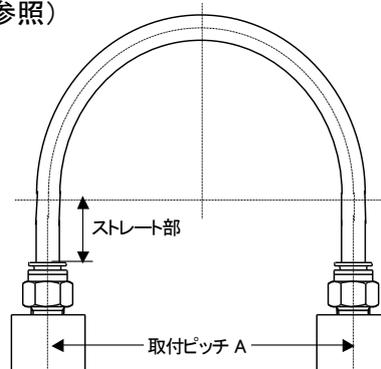

図1 推奨配管図
(1) ワンタッチ管継手に配管する際は、図1の推奨配管条件にて、チューブ長さに余裕を持った配管をお願いします。